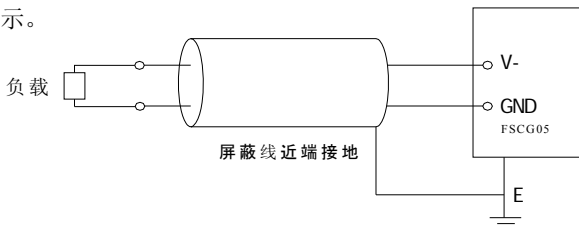

图 2-36 V-电源输出端子接线示意图
2.12.5 V-端子输出-10V/10mA 电源, 其输出接线示意图如图 2-36 所示。